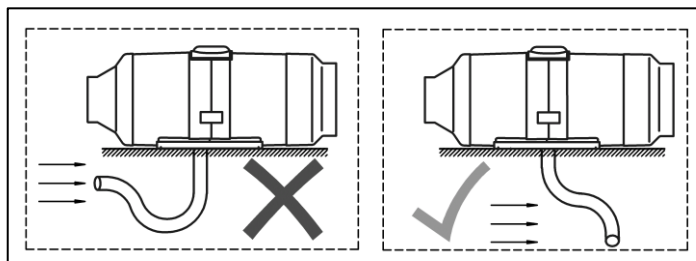

Fig. 5 – Posizione del tubo di aspirazione/scarico dell'aria
Durante la posa del tubo di aspirazione dell'aria evitare curve strette e non ostruire con corpi estranei l'apertura del tubo di aspirazione dell'aria. Accertarsi che l'apertura sia rivolta verso il basso (vedi Fig. 5). Se ciò
L'uscita del tubo di scarico deve essere installata rivolta verso il basso (Fig. 5), ma deve essere in una posizione tale da impedire l'intasamento o l'ingresso di neve e sporcizia, oltre a garantire il libero drenaggio dell'acqua che vi è entrata.
**Non posizionare l'apertura di uscita del tubo di scarico davanti al flusso d'aria in entrata del veicolo o dell'imbarcazione in movimento (vedi Fig. 5).**